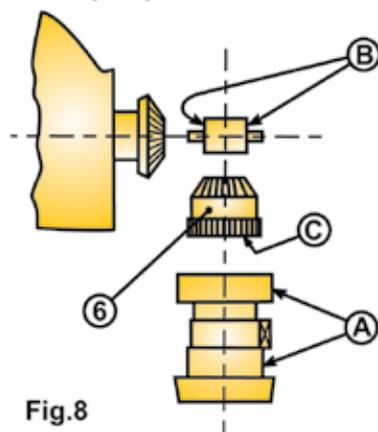

Fig.8
- B. Il peut arriver qu'un copeau de métal soit pris dans l'engrenage ou qu'une des pièces ait reçu un coup; cela peut créer un point dur. Les tolérances de fabrication sont très faibles et il peut arriver qu'une hélice soit dure simplement parce que "trop neuve". Dans ce cas, utiliser la procédure suivante, fig. 8.
1. Montez l'hélice sans le pignon central (6), de façon à rendre la rotation des pales indépendante de celle du moyeu. Si le moyeu est dur, enlevez 0.05 mm des surfaces A avec une toile émeri ou au tour. Si les pales sont dures, enlever 0.05 mm des surfaces B avec une toile émeri enroulée sur une lime plate ou au tour. Essayez jusqu'à ce que pales et moyeu tournent librement.